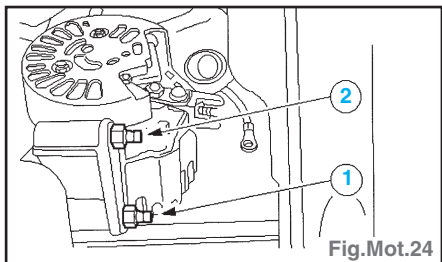

Fig.Mot.24
- Serrer les écrous de fixation inférieure d'alternateur (Fig.Mot.24) :